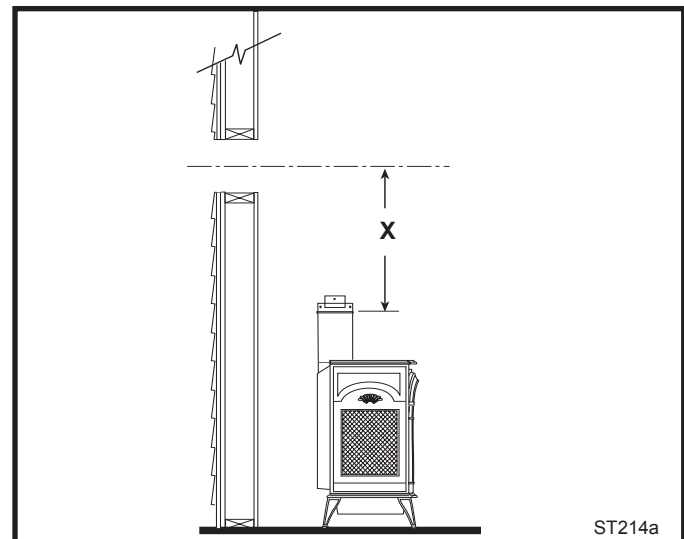

Fig. 25 Déterminez la longueur du conduit vertical.
4. **Conduit de ventilation Vermont Castings Group seulement:** Déterminez au besoin la longueur verticale (x) de la section nécessaire en mesurant la distance entre le conduit de raccordement et l'axe de la découpe murale en ajoutant une distance de chevauchement de 51 mm (2 po) à la jonction. (Fig. 25) Servez-vous d'une scie à métaux ou de cisailles à tôle pour découper le conduit selon les besoins.